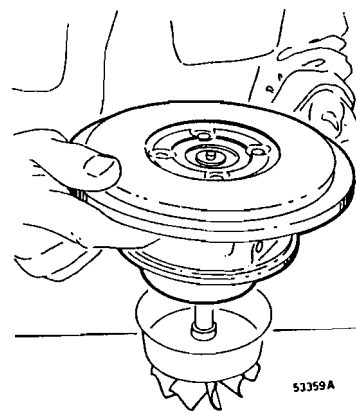

Fig. 262
- 17 Centrar el aro de pistón en el eje de la turbina. Colocar la caja de cojinetes con cuidado en el eje de la turbina. Controlar que el aro de pistón entra en su alojamiento, véase la fig. 262.